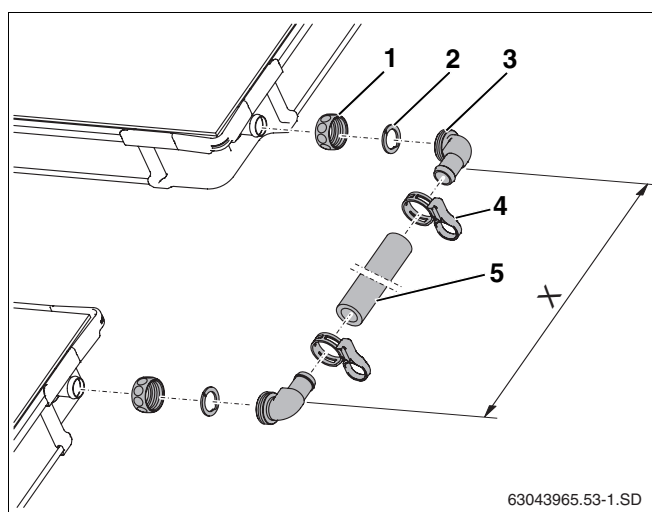

Fig. 60 Juego de conexión entre dos filas de colectores
- ▶ Deslice la tuerca de racor (fig. 60, **pos. 1**) sobre las conexiones del colector.
- ▶ Coloque la arandela de sujeción (fig. 60, **pos. 2**) por detrás del borde reforzado de la conexión del colector y júntelas hasta unir las.
- ▶ Presione la boquilla en ángulo con junta tórica (fig. 60, **pos. 3**) sobre la conexión, corrija su orientación y enrósquela con la tuerca de racor.
- ▶ Mida la distancia entre las boquillas en ángulo (medida X) en los colectores montados y corte el tubo solar (fig. 60, **pos. 5**) a la longitud adecuada.
- ▶ Introduzca el tubo solar sobre las boquillas en ángulo y fíjelo con abrazaderas (fig. 60, **pos. 4**).